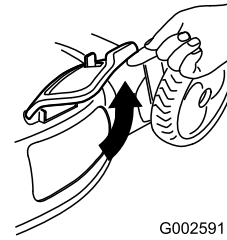

Figura 33
2. Levante la puerta de descarga lateral (Figura 33).